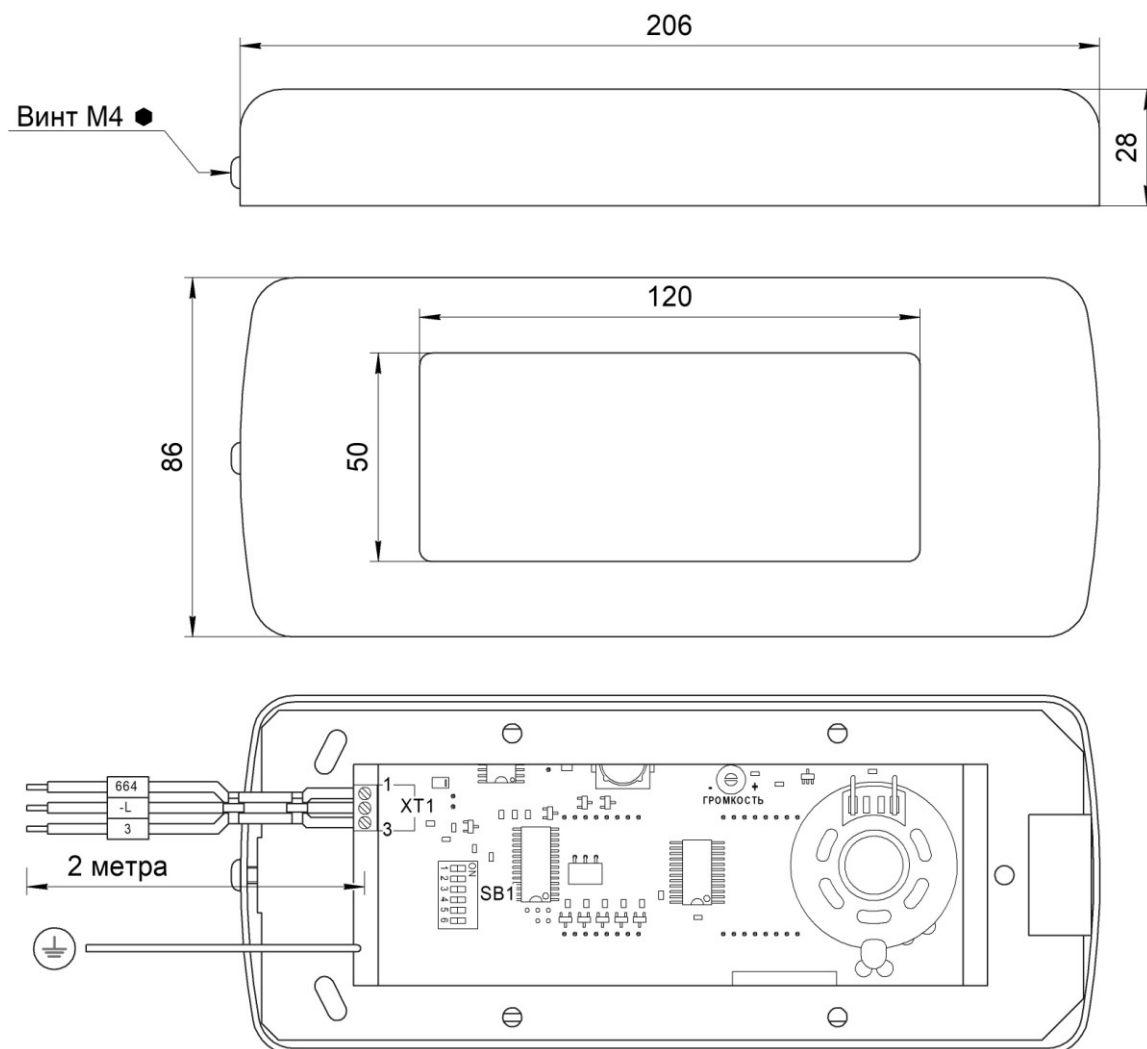

Рис.1. Габаритные и установочные размеры Табло накладного УМЛМ ГОНГ (исп. УЭЛ)
4.1 Подключить табло накладное в соответствии с таблицей 1. Расположение разъема и нумерация контактов показаны на рис.1.